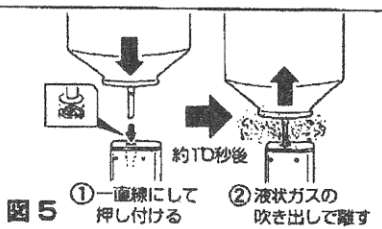

図 5
### <B. ガスの注入> ⇒図5参照
- ① 注入バルブは 図5 のようにマガジンボディと平行に内蔵されています。マガジンを逆さまにして、マルゼンシューターズポンペのノズルが一直線になるように、注入バルブへ差し込み、軽く押し付けてください。